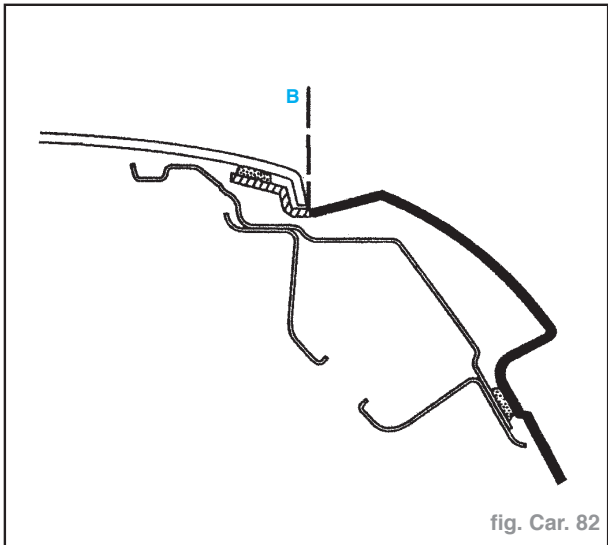

fig. Car. 82
- A l'aide d'une scie circulaire, découper l'aile en tangentant le pavillon en (B) (fig. Car. 82).